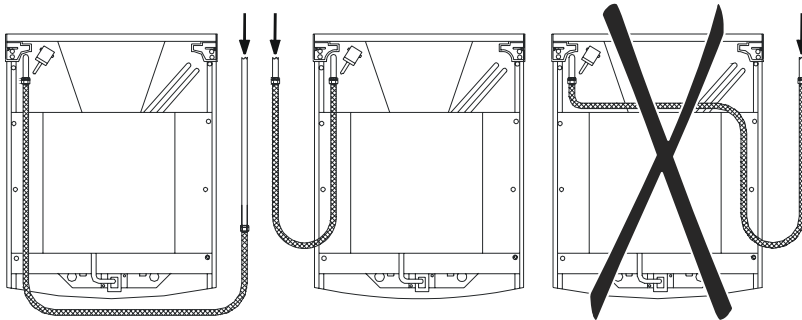

Рис. 4
- гибкий присоединительный рукав не должен проходить в зоне горячего воздуха дымохода и касаться задней стенки плиты (рис. 4);
Помните! После установки плиты на место обязательно проверьте положение гибкого шланга подвода газа и шнура питания (рис. 4). Они не должны проходить над дымоходом и касаться задней стенки плиты. Во время работы духовки там возникает высокая температура, которая может их повредить.